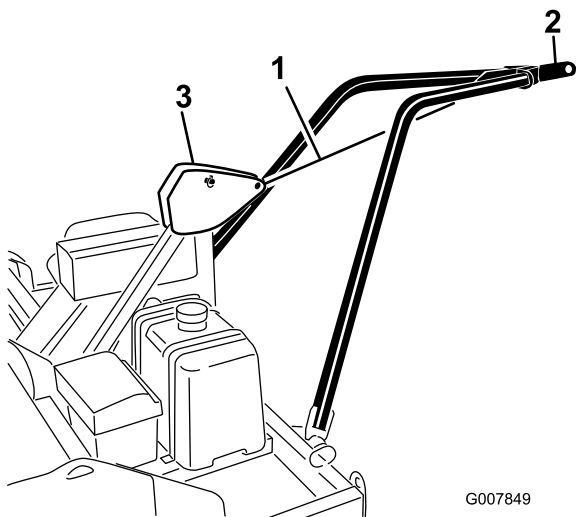

図 12
2. 牽引アームを持ち上げておき、積荷固定用のロープなどを使って、牽引アームのヒッチ・プレートフレーム・ヒッチのピボットに固定する (図 12)。